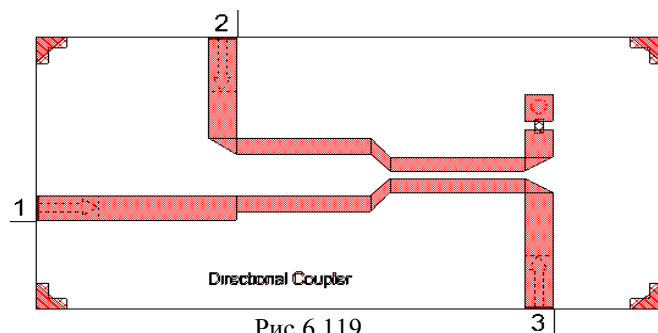
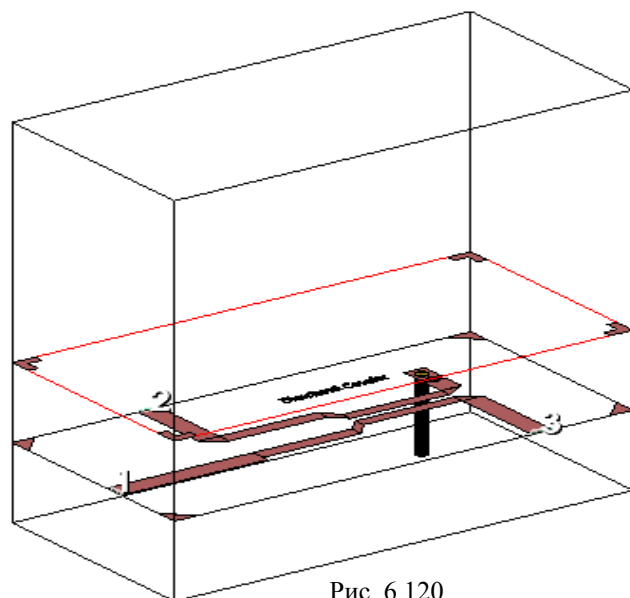

Рис.6.119
Рис. 6.120
6. Полученная структура показана на рис. 6.119, на рис. 6.120 – её трёхмерное отображение.